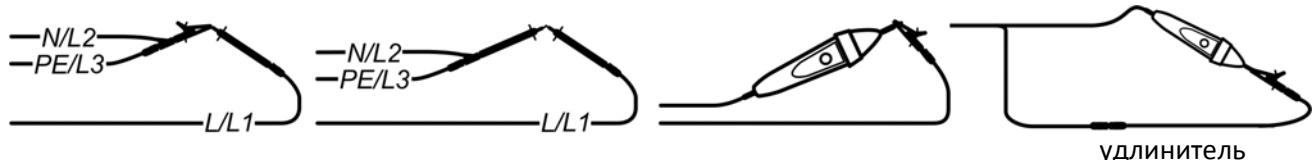

Рисунок 5.10: Закороченные испытательные выводы
- **Подключите** испытательный кабель к прибору и закоротите вместе испытательные выводы (см. Рисунок 5.10: Закороченные испытательные выводы)